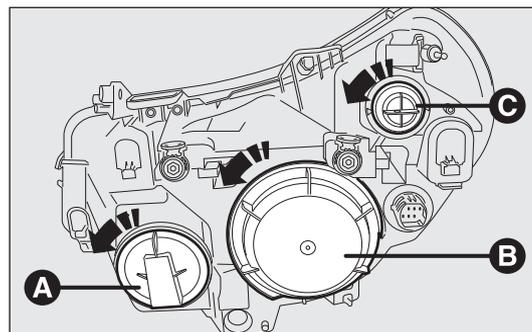

fig. 175
Para sustituir la lámpara de las luces de carretera, quite el tapón A-fig. 175.
Para sustituir la lámpara de las luces de cruce/posición, quite el tapón B-fig. 175.
Para sustituir la lámpara de los intermitentes, quite el portalámparas C-fig. 175.
- retire la tapa de protección B-fig. 175 girándola hacia la izquierda;
- vuelva a montar la tapa de protección B-fig. 175 girándola hacia la derecha y asegurándose de que quede bien bloqueada.
- retire la tapa de protección A-fig. 175 girándola hacia la izquierda;
- vuelva a montar la tapa de protección A-fig. 175 girándola hacia la derecha y asegurándose de que quede bien bloqueada.